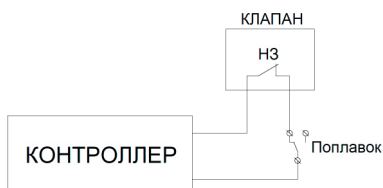

Рис. 1 Схема подключения в разрыв поплавка
1. Подключить клапан в разрыв поплавка, тем самым при промывке фильтра СОО будет думать, что ёмкость заполнилась. Но в таком случае СОО тоже уйдет в промывку (длительность промывки ~ 30 сек). Если на фильтре установлен клапан Clack без отсечного клапана, то на СОО пойдет неочищенная вода, что в некоторых случаях необходимо/допустимо. Если отсечной клапан установлен или используется клапан Runxin, то скорее всего СОО уйдет в ошибку по сухому ходу. При подключении по схеме (рис. 1) внутренний счетчик наработанных часов будет обнуляться.